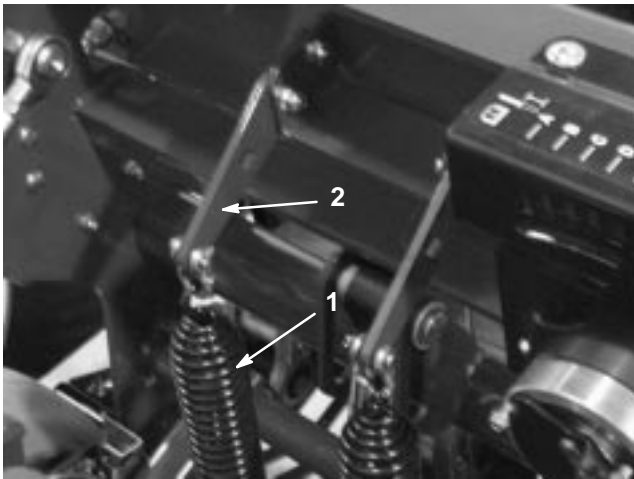

Figure 37
1. Desserrez les écrous des boulons qui fixent les supports des ressorts à la tête d'aération. Laissez-les en place (Fig. 37).